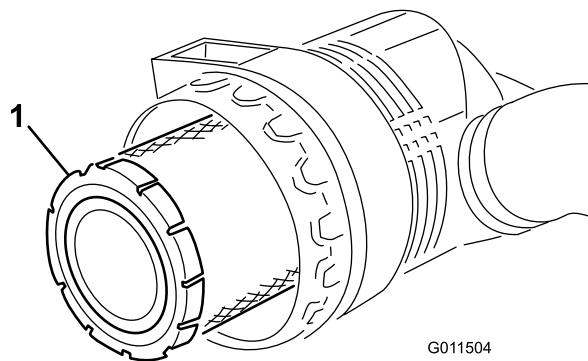

Рисунок 48
5. Снимите и замените фильтр грубой очистки (Рисунок 48).